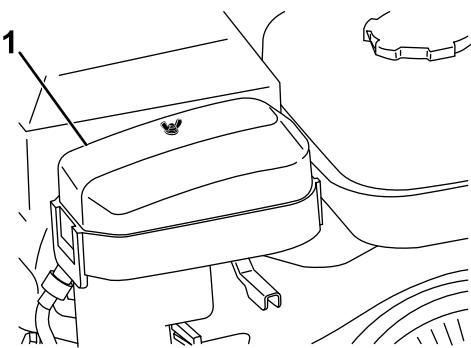

図 24
2. エアクリーナカバーの蝶ナットを取り、カバーを外す(図 24)。